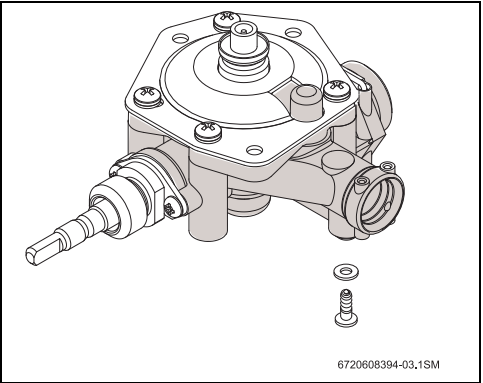

Fig. 8 Tornillo de purga
- Retirar el tornillo de purga (Fig. 8).
- ▶ El aparato no deberá instalarse en lugares cuya temperatura ambiente pueda ser inferior a 0 °C. En caso de que exista riesgo de congelación, desconecte y purgue el aparato (→ Fig. 8).